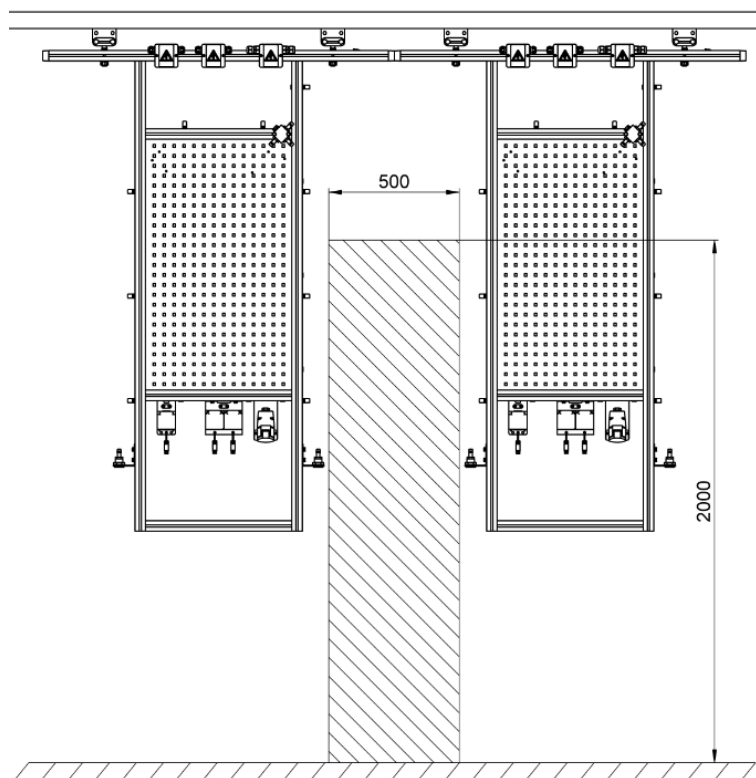

Abbildung 1: Skizze Sicherheitsabstand
Zwischen benachbarten Werkzeugträgerwagen wird der nötige Sicherheitsabstand durch die Länge der Traverse und der Puffer (Pufferlänge) gewährleistet (siehe Abb. 1).
- Keine Teile im schraffierten Bereich (Abb. 1) anbringen.